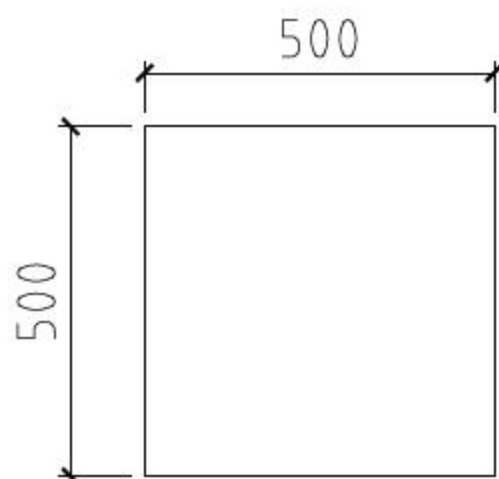

图8-195 绘制正方形
- 01 调用REC【矩形】命令，绘制尺寸为500×500的正方形，如图8-195所示。